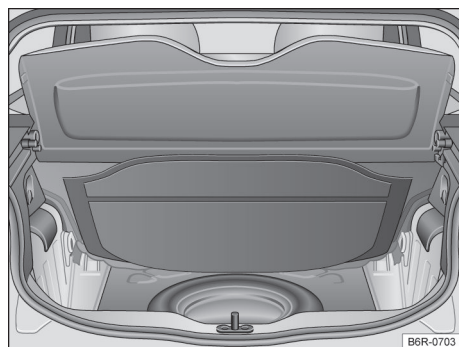

Fig. 105 No compartimento de bagagem embaixo do revestimento do assoalho: roda de emergência e ferramentas de bordo.
As ferramentas de bordo e a roda de emergência estão localizadas no compartimento de bagagem embaixo do revestimento do assoalho → Fig. 105.
- Levantar o revestimento do compartimento de bagagem → Fig. 105.